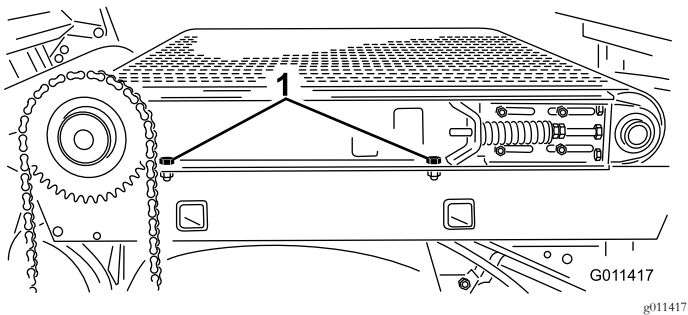

图34
6. 卸下机器右侧将滑道货斗固定至机架的2个平头螺丝、垫圈和螺母 图34。确保紧固件保持足够的松动使滑道货斗倾斜。